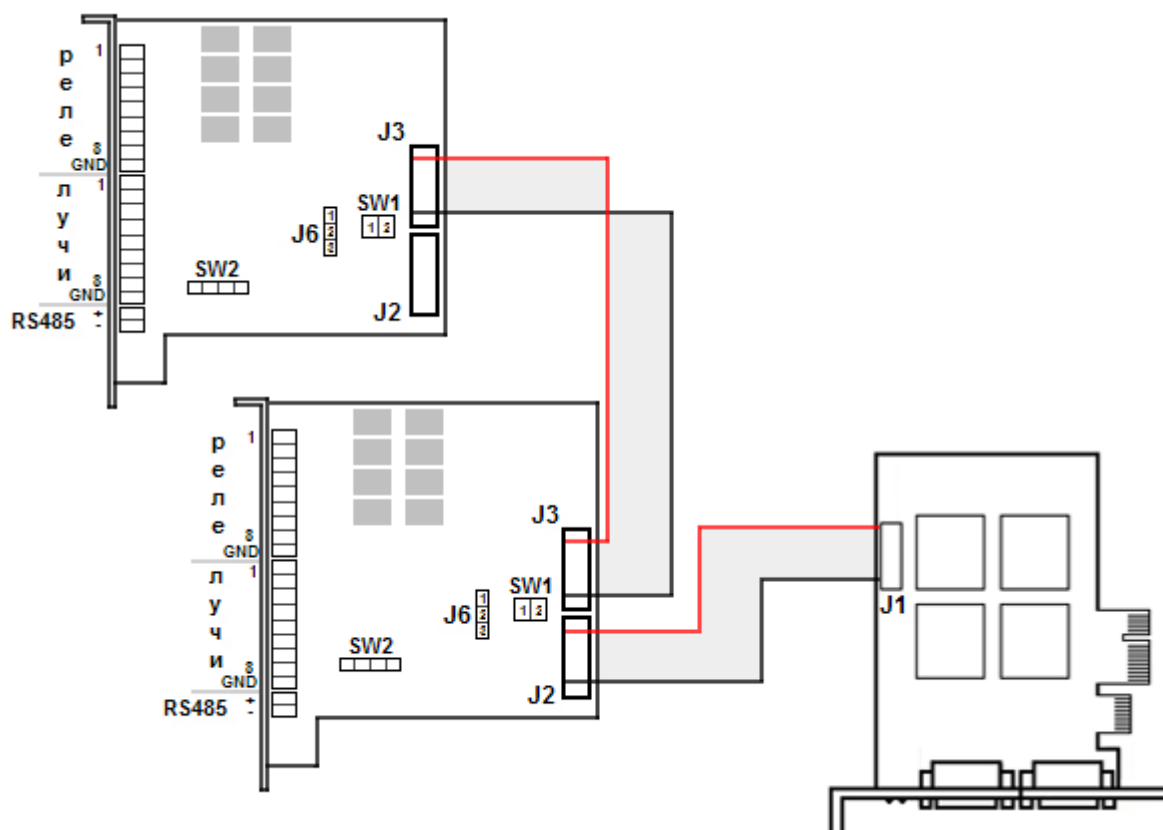

Рис. 2.4—19 Схема подключения плат «лучи-реле» к плате Stretch VRC6416
4. Подключить плату «лучи-реле» к плате видеоввода с помощью шлейфа, входящего в комплект поставки. Шлейф подсоединяется к разъему J1 и J2 (см. Рис. 2.4—19 и раздел «Приложение 5. Схема разъемов плат видеоввода»).
5. При необходимости подключить вторую плату «лучи-реле». Для этого следует подсоединить шлейф к разъему J3 на первой и второй плате «лучи-реле» (Рис. 2.4—19).
7. Подключить лучи и реле в соответствии с разводкой внешнего разъема платы «лучи-реле» (Рис. 2.4—19).